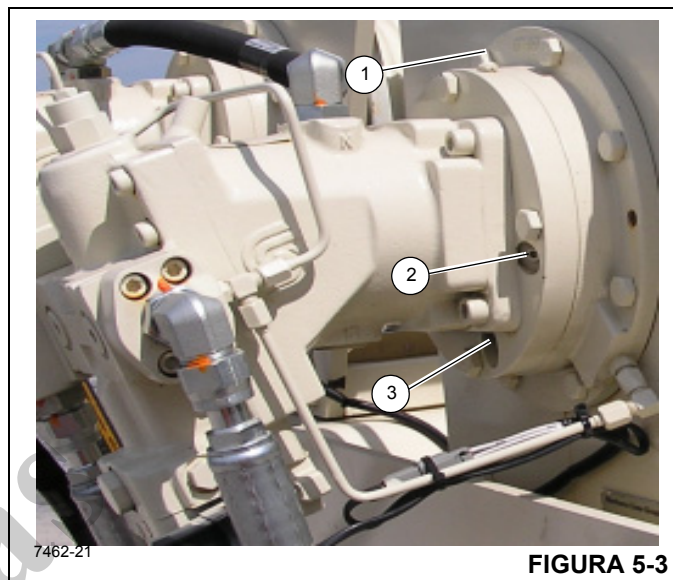

FIGURA 5-3
Para verificar o óleo do freio do guincho, remova o bujão de inspeção (2, Figura 5-3) e inspecione visualmente o nível do óleo. O fluido deve estar nivelado com a parte inferior do furo de inspeção. Se mais fluido for necessário, adicione através do furo de ventilação e do bujão de abastecimento de óleo do freio até que o óleo esteja no nível inferior do furo de inspeção (1).
Para drenar e adicionar óleo novo, remova o bujão de dreno (3, Figura 5-3), o bujão de inspeção (2) e o bujão de respiro (1) e drene o óleo hidráulico. Reinstale o bujão de dreno (3) e adicione fluido no furo de inspeção (2) até que o óleo esteja no nível inferior do furo de inspeção. Instale o bujão de inspeção e a ventilação do óleo (1) no bujão de inspeção (2). Consulte *Lubrificação*, página 5-3. A capacidade de abastecimento do freio do guincho é de 0,23 l (0.25 qt).
O óleo nas seções da caixa de engrenagens e do freio deve ser trocado após as primeiras 50 horas de operação e a cada 1.000 horas ou 6 meses de uso. O óleo da caixa de engrenagens é drenado removendo-se o bujão do dreno e a ventilação (Consulte a *Figura 5-3*).